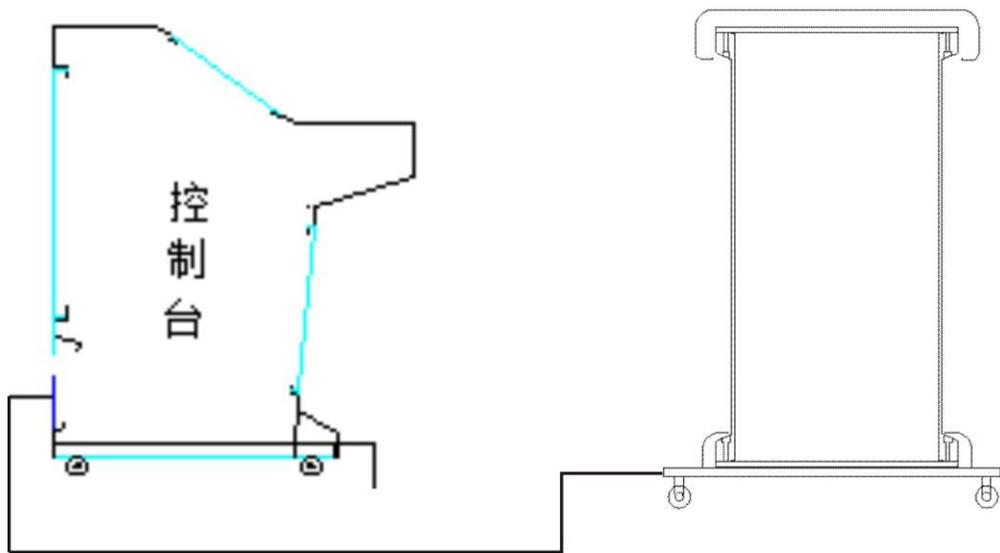

图 3 整套装置接线示意图
(1) 按图 3 所示方法将试验变压器与操作箱（台）及试品和配件可靠连接，试验变压器的外壳及操作系统必须可靠接地，试验变压器的高压尾 X 端，测量绕组 F 端必须可靠接地。
(3) 在工频耐压试验中，低压侧测量电压（仪表电压）并不是非常准确的，其原因是由于试验变压器存在漏抗，必然存在着压降或容升，使试品上电压低于或高于低压侧仪表上反映出来的电压。为了准确测量被试品上所施加的电压，因此常在高压侧接入 RCF 阻容分压器来测量电压（如图 3 所示）。
(1) 按图 3 所示方式将试验变压器与操作箱（台）可靠连接，变压器外壳与操作系统必须可靠接地，高压尾 X 与测量绕组的 F 端必须可靠接地
(2) 试验人员明确分工，清理现场（有条件的可拉上屏蔽网），检查被试品是否停电，接地放电，要严防将试验电压加到有人工作的部位上去。
(3) 复查各连接线无误后，送上电源，缓慢升压，密切注意被试品、试验装置、微安表，一旦发现击穿，闪烁等异常现象应立即降压，切断电源，对试品充分放电，查明原因，详细记录。
(4) 试验完毕后，降压，切断电源。对被试品及试验装置本身充分放电，直到分压器读数为零后方可拆卸设备或更换试品。